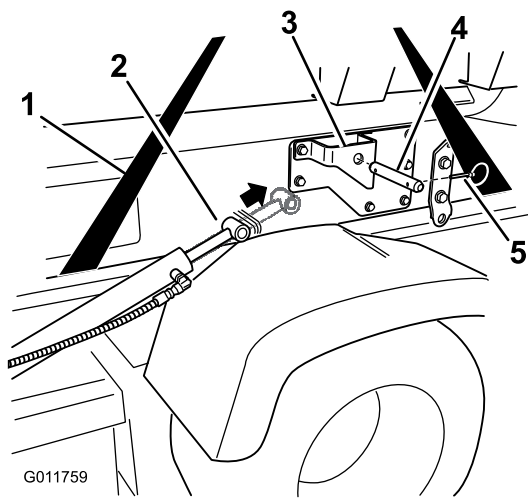

Bild 19
4. Verlängern Sie die Hubzylinder bis zu den Halterungen am Behältergestell. Fluchten Sie die Zylinderarme mit den Löchern in den Halterungen am Behältergestell aus (Bild 19).